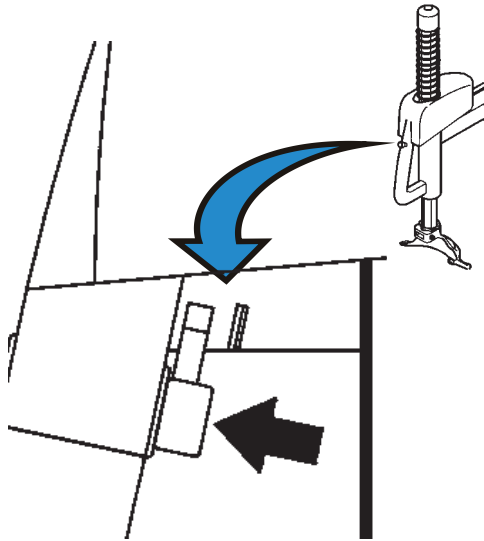

Figure 3.0-2
1. Pour déverrouiller et laisser monter l'outil : appuyer fermement sur le bouton avec l'index, dans le sens de la flèche (Fig. 3.0-2).